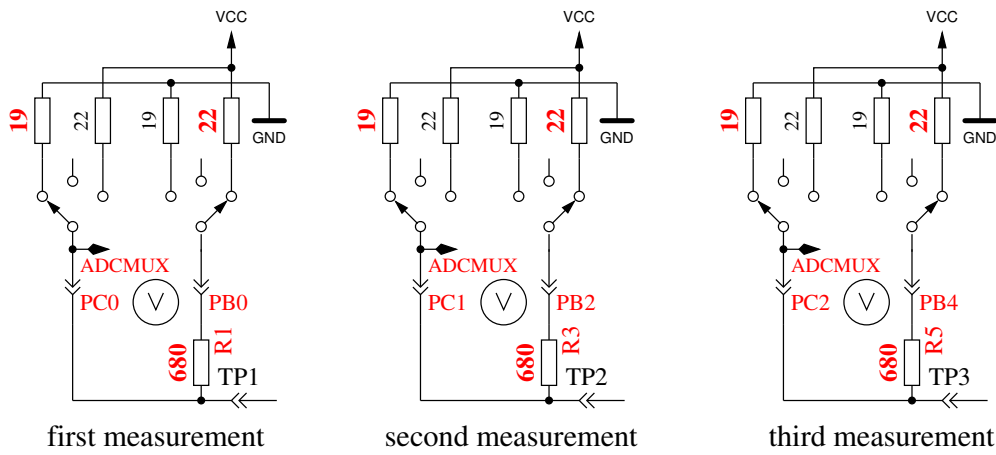

Abbildung 5.52: Messung des Innenwiderstandes von auf GND geschalteten Port-C-Ausgängen.
5. Dieser Schritt testet die **Fähigkeit von mit GND (-) verbundenen 470kΩ-Widerständen (H) die Testpins auf GND zu ziehen**. Zeile 1 zeigt den Text „RH-“. Zeile 2 sollte für alle drei Pinne Null mV anzeigen.
6. Dieser Schritt testet die **Fähigkeit von mit VCC (+) verbundenen 470kΩ-Widerständen (H) die Testpins auf VCC zu ziehen**. Zeile 1 zeigt den Text „RH+“. Der bestmögliche mV Wert für die drei Messungen wäre 0 in Zeile 2, da die Diffenz zu VCC dargestellt wird. Große Abweichungen vom Idealwert für Schritt 5 und 6 sind Fehler wie Isolations-Problem, Flussmittelreste oder beschädigter Port.
8. **Messung des Innenwiderstandes eines auf GND geschalteten Ausgangs.** Dieser und die folgenden Schritte werden nur bei gewählter AUTO\_CAL Option durchgeführt. Die internen Port C Widerstände von auf GND (-) geschalteten Ausgängen werden mit dem Strom der nach VCC (+) geschalteten 680Ω Widerstände gemessen, siehe Abbildung 5.52. Es werden nur die drei Pins des ADC-Ports vermessen, die Widerstands-Ports PB0, PB2 und PB4 können nicht ohne Veränderung der Hardware gemessen werden. Es wird angenommen, dass die Portwiderstände von unterschiedlichen Ports nahezu identisch sind. Der Widerstandswert wird im nächsten Schritt mit ausgegeben.